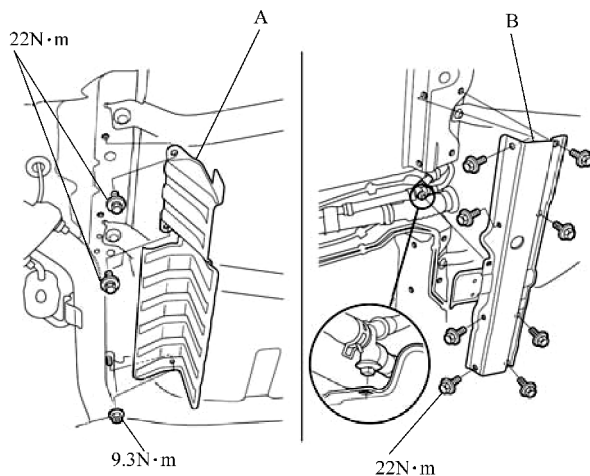

图 18-16 拆下隔热板
12) 拆下隔热板 A 和中间地板前横梁 B，如图 18-16 所示。